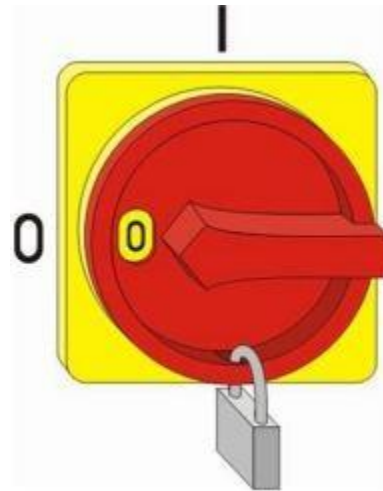

Рис. 23: Фиксация главного выключателя
2. ➔ Зафиксировать главный выключатель с помощью замка (Рис. 23).